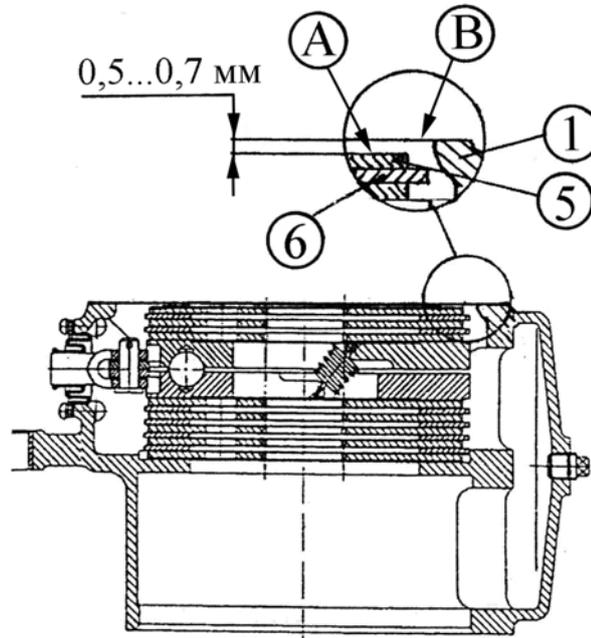

Рисунок 4.105
1.1) перед установкой крышки стакана (15) (**рисунок 4.104**) проверьте утопание верхней поверхности «**A**» (**рисунок 4.105**) тормозного диска (5) относительно поверхности «**B**» корпуса (1), которое должно быть в пределах 0,50...0,70 мм;